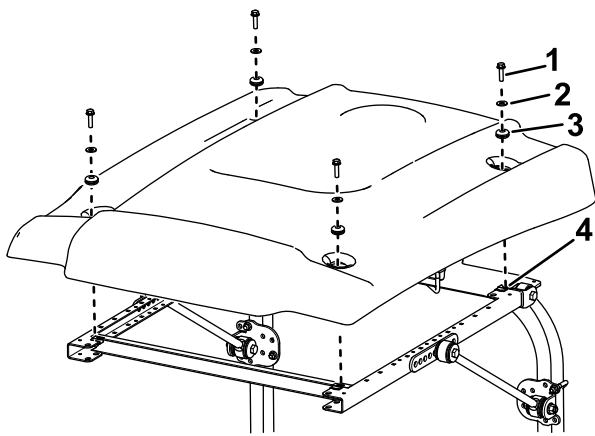

Bild 35
15. Positionieren Sie das Sonnendach beim Ausfluchten der Befestigungslöcher am Rahmen wie in Bild 35 abgebildet.
16. Befestigen Sie jede Ecke des Sonnendachs mit einer Bundkopfschraube (5/16" x 1"), einer kleinen Scheiben und einer Scheibe lose am Rahmen (Bild 35).